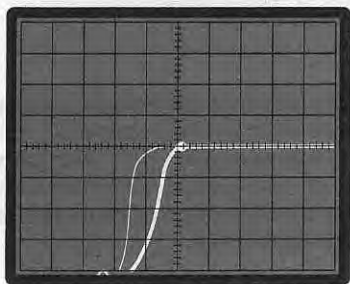

Fig.4 Se sullo schermo dell'oscilloscopio vi appare una traccia come visibile in figura, significa che avete invertito i terminali Base - Emittitore.
a) Se appare una traccia come visibile in fig.4, possiamo dedurre che abbiamo invertito sul tracciacurve i due terminali BASE - EMETTITORE.
terminali BASE-EMETTITORE come abbiamo indicato in fig.4, ma questo potrebbe anche non corrispondere a verità, perchè, per i darlington di **media potenza**, questa traccia potrebbe anche significare una **insufficiente corrente di Base**.